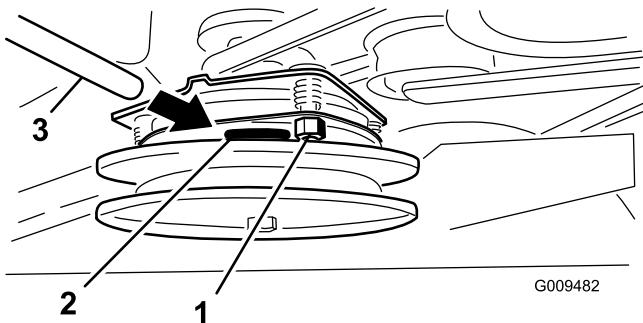

図 53
- 調整が必要な場合には、3箇所それぞれについて 0.381 mm に調整する。すき間ゲージがかるくはさまれるがまだ楽に動かせる程度までロックナットを締め付ける (図 53)。